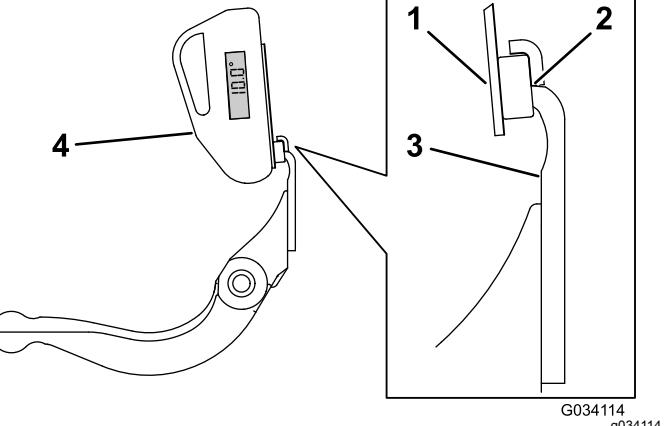

図 28
4. 図 28 に示すように、マウントの上に傾斜計を置く。
3. 傾斜計のマウントをベッドナイフのエッジに合わせ、マグネットのエッジとベッドナイフのエッジを密着させる図 28。